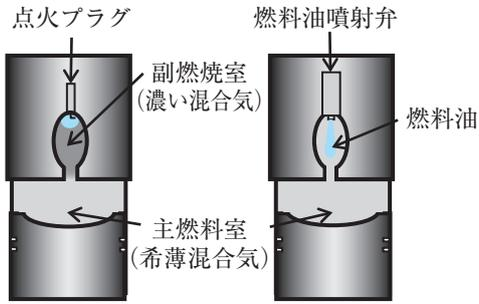

図2-2 副燃焼室火花点火方式(左)と副燃焼室圧縮着火方式(右)
- (3) 副燃焼室(予燃焼室)火花点火方式：副燃焼室内の混合気を点火プラグで着火させ、その火炎により主燃焼室の希薄混合気を燃焼させる。
- (4) 副燃焼室(予燃焼室)圧縮着火方式：副燃焼室内の混合気に少量の液体燃料を噴射し、圧縮着火させ、その火炎により主燃焼室の希薄混合気を燃焼させる。(図2-2参照)